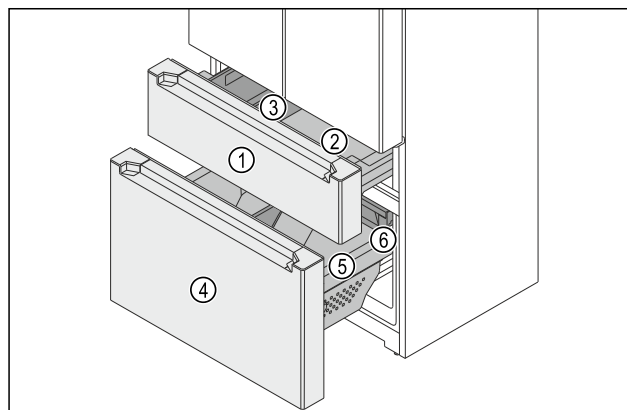

Fig. 149 Выдвижной отсек морозильного отделения
- (1) Верхний выдвижной отсек
- (2) Контейнер
- (3) FlexBox
- (4) Нижний выдвижной отсек
- (5) Контейнер
- (6) Выдвижной ящик
Морозильное отделение состоит из двух выдвижных отсеков. В верхнем выдвижном отсеке Fig. 149 (1) находится контейнер Fig. 149 (2) и FlexBox Fig. 149 (3). В нижнем выдвижном отсеке Fig. 149 (4) находится большой контейнер Fig. 149 (5) и выдвижной ящик Fig. 149 (6). FlexBox и контейнер можно извлечь из верхнего выдвижного отсека для очистки.